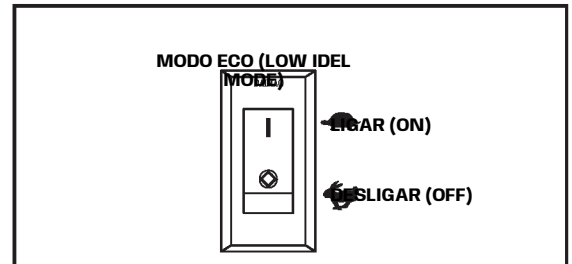

Fig. 12
1. Coloque o interruptor LOW IDLE MODE (modo eco) (Fig. 12) na posição "OFF".